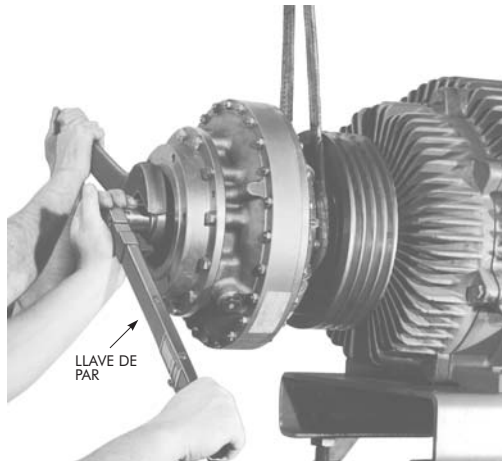

Figura 5
- D. Sostenga la flecha de entrada por las caras para llave que se ven en la figura 5, y apriete el tornillo al par especificado en la tabla 2.